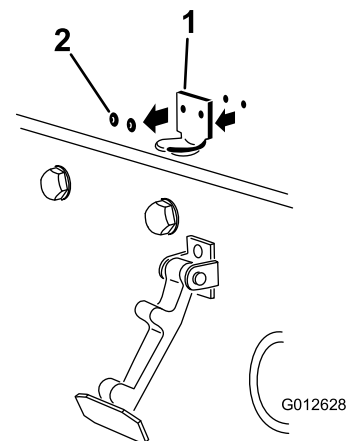

Figura 4
2. Retire los 2 remaches que sujetan el cerradero del capó al capó (Figura 4). Retire el cerradero del capó.
3. Alineando los taladros de montaje, coloque el cierre de seguridad para CE y el cerradero sobre el capó. El cierre de seguridad debe estar en contacto directo con el capó (Figura 4). No retire el conjunto de perno y tuerca del brazo del cierre de seguridad.